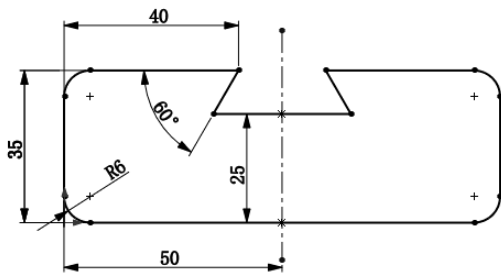

图 3-101 镜向草图
- [8] 单击【确定】按钮 ，镜向草图如图 3-101 所示，草图已经完全定义。